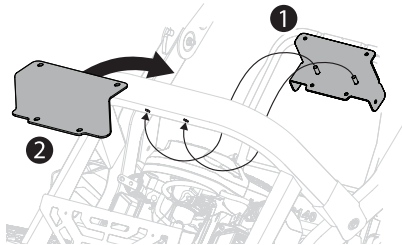

Figura 5
- Trabajando desde adentro hacia afuera, debe alinear el soporte del guardacorreá (689-02519) con el tubo trasero superior del bastidor del tractor, deslizando los pasadores de soldadura en los orificios existentes en la parte inferior del tubo. Consulte el punto (1) en la Figura 5.
- Trabajando desde afuera hacia adentro, debe alinear el soporte superior (789-04458) con el tubo trasero superior del bastidor del tractor y el soporte del guardacorreá, alineando los orificios superiores e inferiores de ambos soportes. Consulte el punto (2) en la Figura 5.